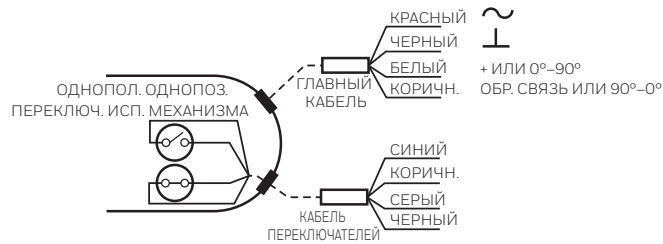

Рис. 11. Сведения о прокладке кабеля.
Некоторые модели оснащены вспомогательными переключателями. Дополнительные сведения о проводке см. на рис. 11.
2. Подключите питание к проводу питания и общему проводу. (См. рис. 11 и табл. 3.)
4. Подайте сигнал управления для перевода исполнительного механизма в полностью открытое или полностью закрытое положение. (См. рис. 11 и табл. 3.)
- a. (0)2-10 В пост. тока: подайте сигнал 10 В пост. тока на провод управления (БЕЛЫЙ).
- b. 10-(0)2 В пост. тока: подайте сигнал (0)2 В пост. тока на провод управления (БЕЛЫЙ).
- c. (0)4-20 мА: подайте сигнал 20 мА на провод управления (БЕЛЫЙ).
- d. 20-(0)4 мА: подайте сигнал (0)4 мА на провод управления (БЕЛЫЙ).
6. Подайте сигнал управления для перевода исполнительного механизма в положение 0 %. (См. рис. 11 и табл. 3.)
- a. (0)2-10 В пост. тока: подайте сигнал (0)2 В пост. тока на провод управления (БЕЛЫЙ).
- c. (0)4-20 мА: подайте сигнал (0)4 мА на провод управления (БЕЛЫЙ).
2. Проверьте положение заслонки и убедитесь, что в соответствующих соединениях присутствует 24 В пост./пер. тока. (См. рис. 11.)